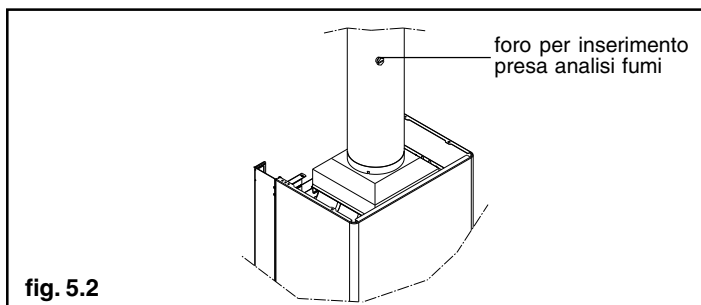

fig. 5.2
**Il foro per l'inserimento degli strumenti di analisi deve essere effettuato nel tratto di tubo rettilineo dopo l'uscita della cappa in conformità con quanto prescritto dalla normativa vigente (fig. 5.2).**